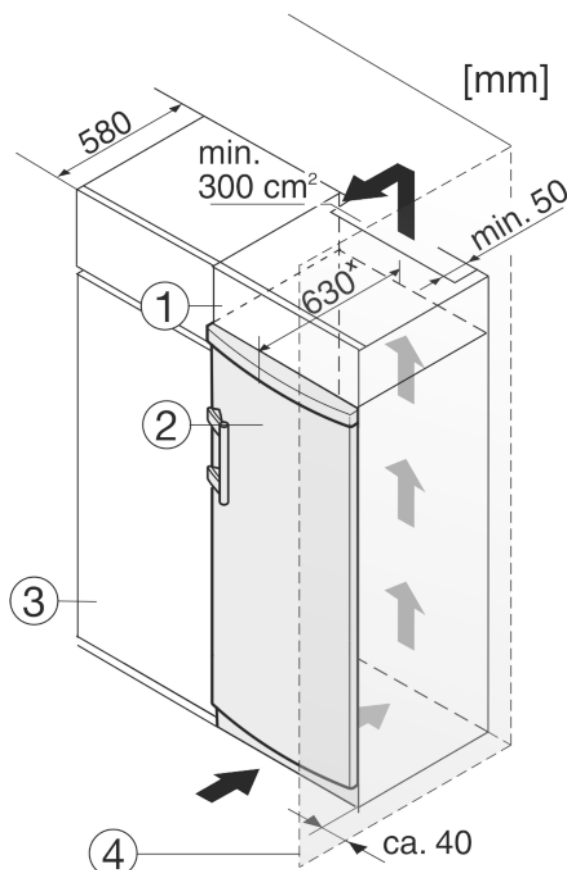

Fig. 9
Spotřebič lze zabudovat do kuchyňských skříní. K vyrovnání spotřebiče Fig. 9 (2) na výšku kuchyňské linky lze na přístroj nasadit nástavec Fig. 9 (1).
Při montáži do kuchyňských skříní (hloubka max. 580 mm) lze přístroj instalovat hned vedle kuchyňské skříně Fig. 9 (3). Přístroj přesahuje přední stěnu kuchyňské skříně na stranách o 34 mm\* a uprostřed o 50 mm\*.
Když se přístroj instaluje závěsy vedle stěny Fig. 9 (4), musí být vzdálenost přístroje od stěny alespoň 40 mm. To odpovídá přesahu madla při otevřených dveřích.